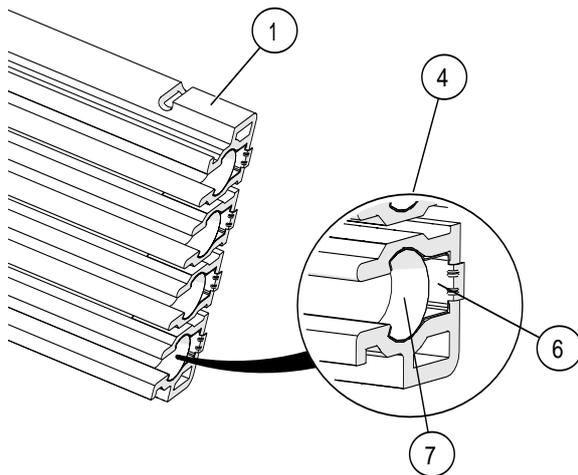

Abb. 14: Detailansicht Buchsen-seite
- Verbinderkammer im Aufnahmebereich für den Verbinderstift (Buchsenseite) vorhanden und in der richtigen Position ist (siehe Abb. 14, Pos. 6).